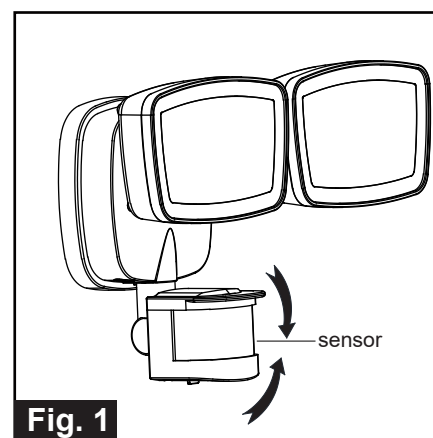

Fig. 1
2. Puede mover el cabezal sensor hacia arriba y hacia abajo para cambiar la zona de cobertura. (Vea la Fig. 1)